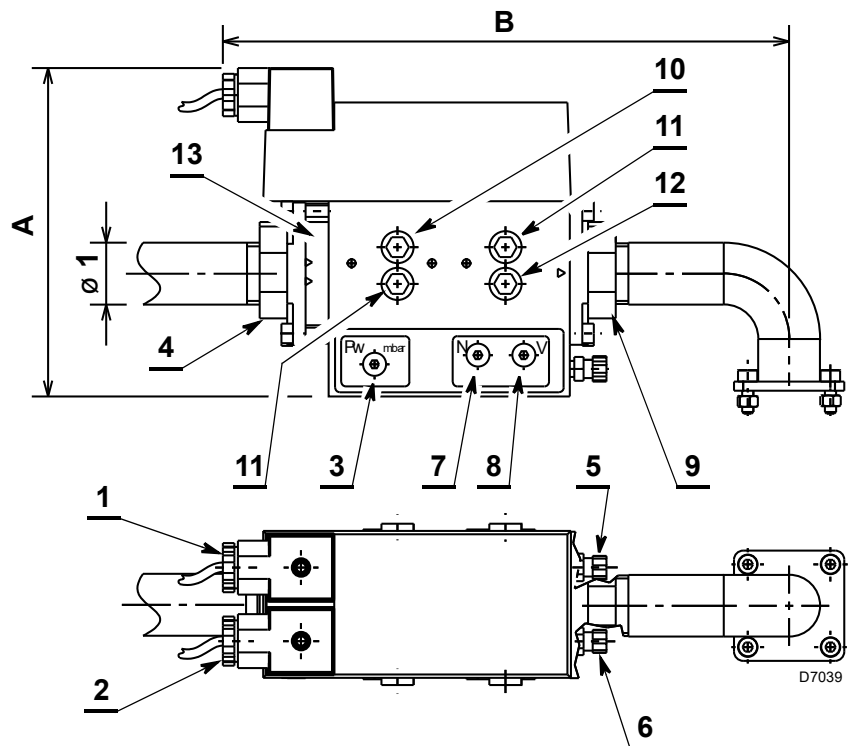

Fig. 1
- Demonteer de beschermdop van de flens (4, fig. 1) en verbind de gastoevoer.